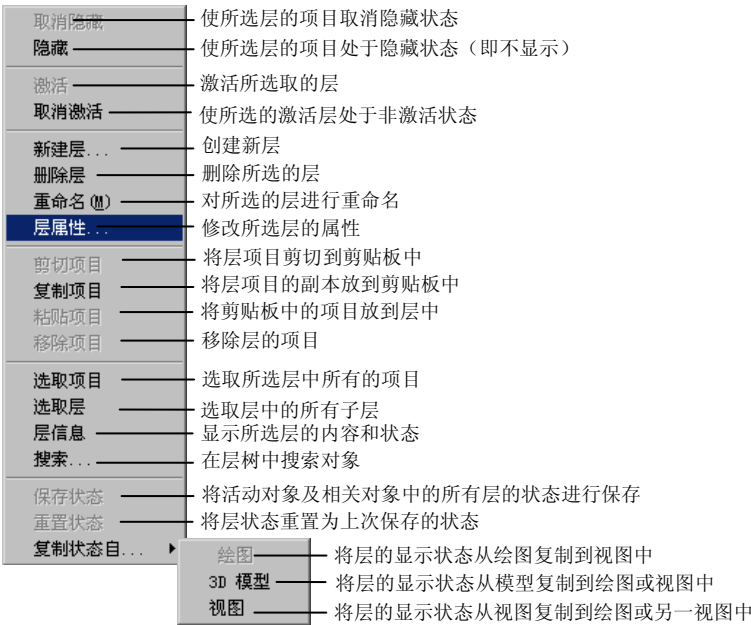

图 9.1.6 层的快捷菜单
Step2. 在“层树”中，右击层 **DAM**，系统弹出图 9.1.6 所示的快捷菜单，选取该菜单中的 **层属性...** 命令，此时系统弹出图 9.1.7 所示的“层属性”对话框。